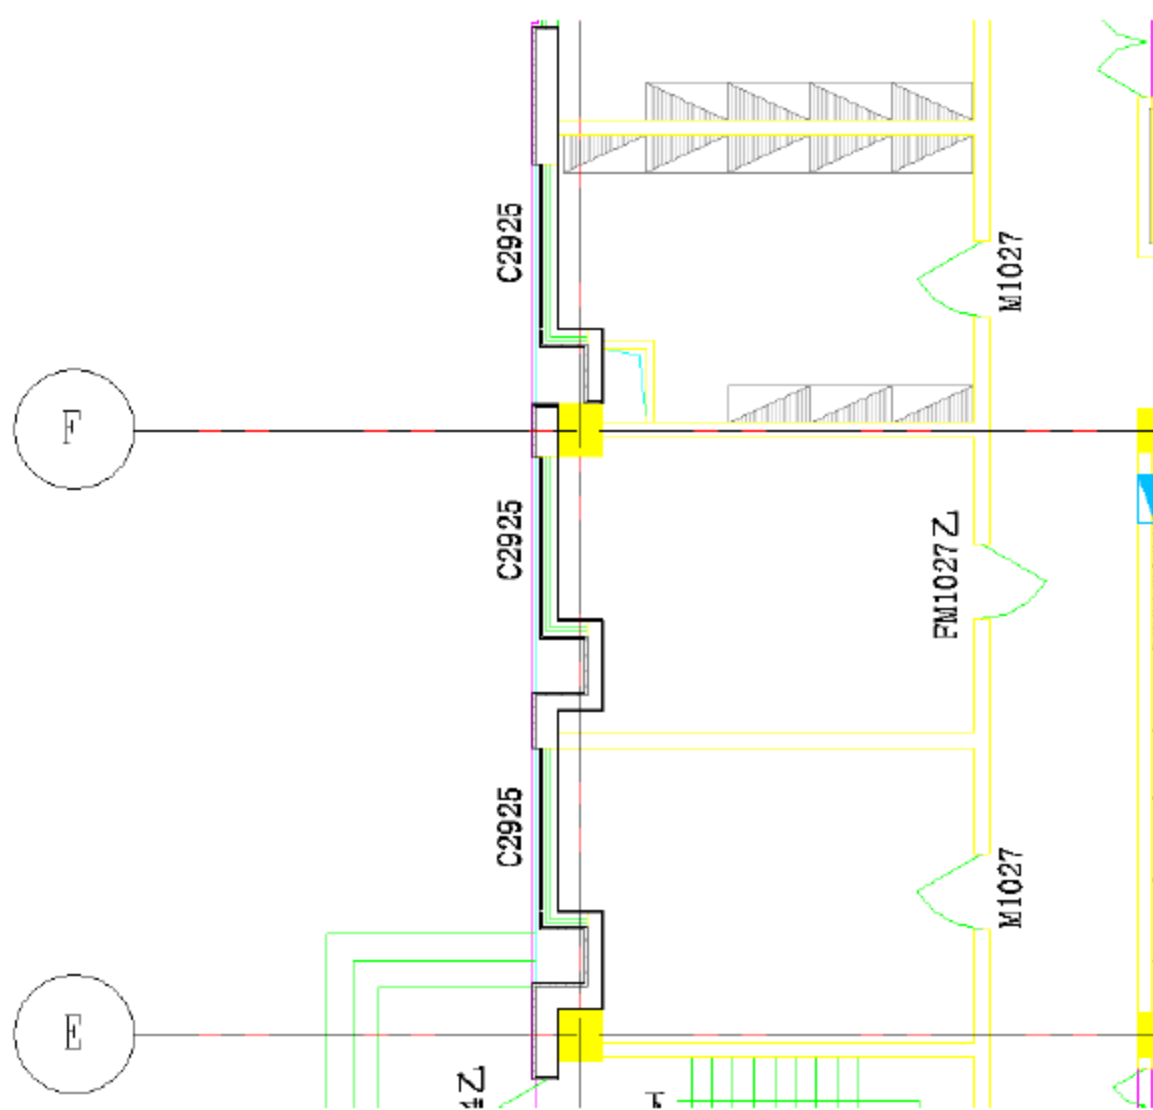

图 10.1.55 完成 1 轴和 E 到 G 轴相交的外墙
(4) 绘制 1 轴线交 E 轴线和 G 轴线之间的外墙。选择“建筑”→“墙”→“墙：建筑”命令，也可以直接按快捷键 W+A。选择“一层叠层墙-300mm”墙族，将“偏移量”改为“150mm”，其他参数不变，依次捕捉图 10.1.53 所示位置绘制墙体。然后将“墙类型”改为“一层叠层墙-200mm”，将“偏移量”改为“100mm”，其他参数不变，依次捕捉图 10.1.54 所示位置，单击绘制墙体。绘制完成后按两次 Esc 键，可以退出外墙绘图界面。完成后的外墙如图 10.1.55 所示。